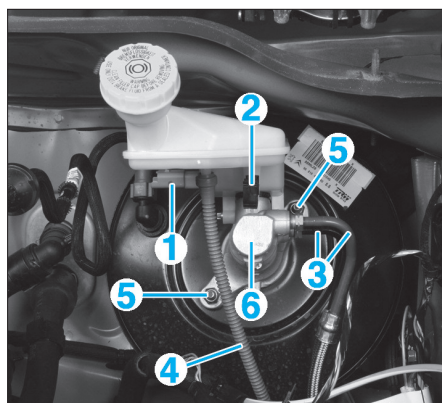

FIG. 11
- Débrancher le connecteur (1) (Fig.11).
- Dégraffer le faisceau électrique en (2).
- les raccords hydrauliques (3),
- le tuyau d'alimentation (4) du circuit hydraulique d'embrayage.
- les écrous (5) du maître-cylindre,
- le maître-cylindre (6),